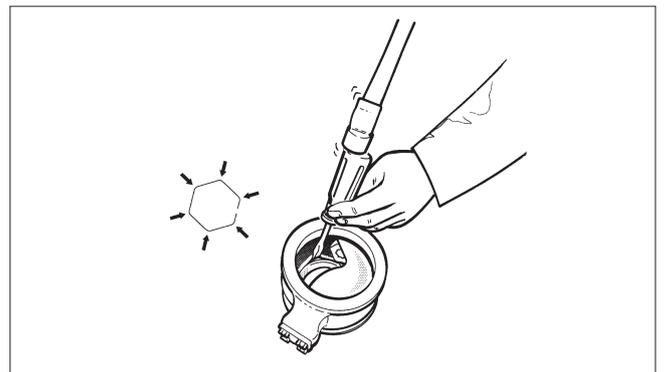
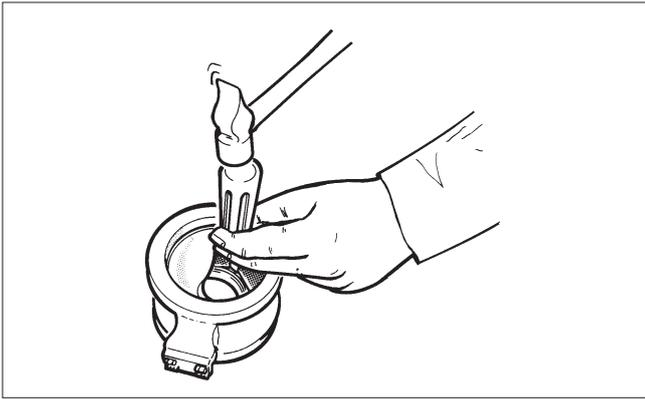

Fig. 29 Mise en place du ressort dans son logement
Fig. 30 Enfoncement du ressort dans son logement après rotation du segment
- Engager le ressort dans son logement en faisant pression avec un tournevis placé à tour de rôle sur chacun de ses angles visibles donc accessibles. Cf. figure 29.
- Faire tourner le segment de 180° dans le sens horaire et enfoncer les angles restants dans le logement (cf. figure 30). Pour les phases correspondant aux figures 29 et 30, il peut aussi être utilisé un outil de montage spécial disponible séparément.